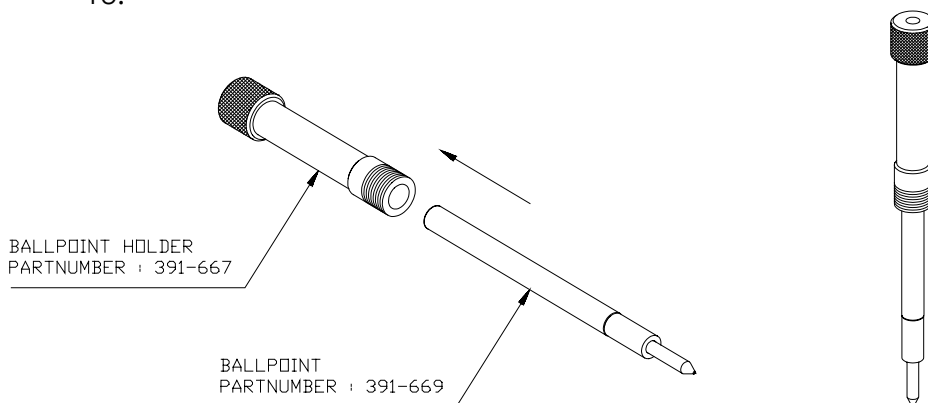

FIGURE 1-13 :
3. Introduisez le stylo à bille dans le porte-stylo comme le montre la figure 1-13.